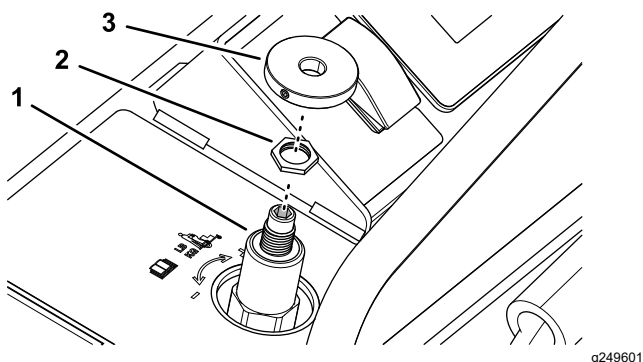

Figura 59
1. Assicuratevi che la vite di arresto della manopola per la regolazione del peso sia ruotata in senso antiorario in modo sufficiente affinché la manopola possa scorrere sull'albero della valvola di regolazione del peso dell'operatore (Figura 59).
2. Assicuratevi che il controdado sull'albero della valvola di regolazione del peso dell'operatore sia serrato (**Figura 59**); fate riferimento al passaggio 6 in Utilizzo della valvola di regolazione del peso dell'operatore (pagina 56).
3. Montate la manopola sull'albero della valvola di regolazione del peso dell'operatore (**Figura 59**).
3. Allentate il controdado della valvola di regolazione del peso dell'operatore; fate riferimento a **Figura 59** in Montaggio della manopola per la regolazione del peso (pagina 55).